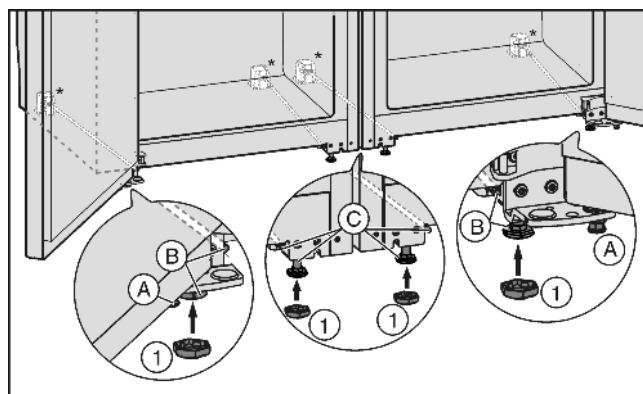

Fig. 4
- ▶ Nastavitvene noge Fig. 4 (A) spredaj ja obeh aparatih po potrebi popolnoma privijte, da ne bo stika s tlemi.
- ▶ Na sprednje štiri nastavitvene noge natakните pokrovčke Fig. 4 (1).
- ▶ Srednje nastavitvene noge *Fig. 4 (C)* privijte tako, da ne bo stika s tlemi.
- ▶ Kombinacijo naravnajte s pomočjo zunanjih nastavitvenih nog *Fig. 4 (B)*.
- ▶ Srednje nastavitvene noge *Fig. 4 (C)* znova spustite, da se dotaknejo tal.
- ▶ Podpora vrat: Spustite nastavitveno nogo *Fig. 4 (A)* na ležajnem podstavku, da slednja trdno stoji na tleh, nato jo odvijte še za 90°.